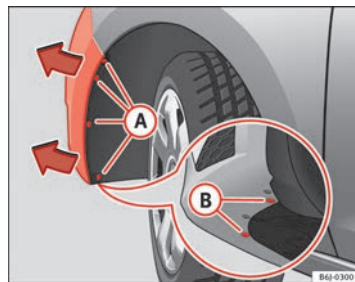

Abb. 163 Nebelscheinwerfer: Zugriff auf die Steckverbindung und den Lampenträger
- Entfernen Sie die 4 Schrauben (A) ⇒ Abb. 163 aus dem Inneren des Radhauses und die 2 unteren Schrauben (B) ⇒ Abb. 163 des Stoßfängers mit einem Schraubendreher.